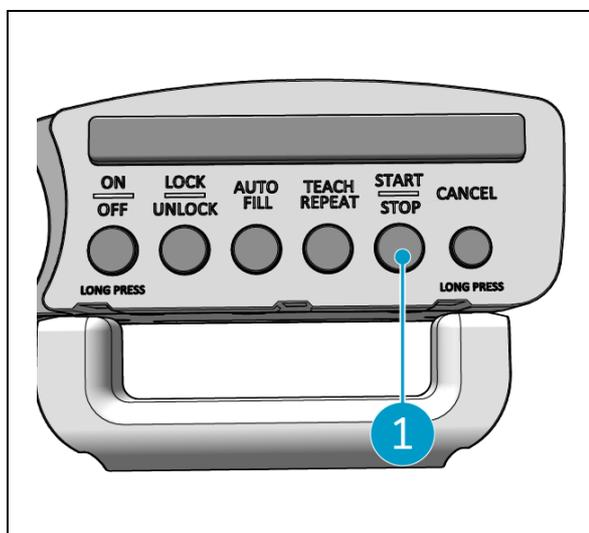

Figure 41
5. Appuyez sur le bouton Start (Figure 41, pos. 1) de la manette pour poursuivre le nettoyage pendant d'autres séances.